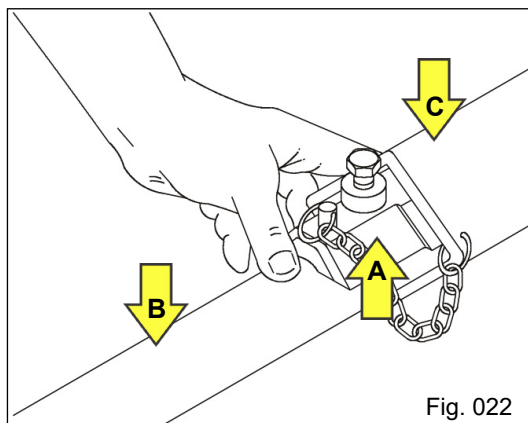

Fig. 022
- Introduza o mordente "A" no espaço entre o tubo "B" e a barra porta ferramentas "C" (Fig. 022);